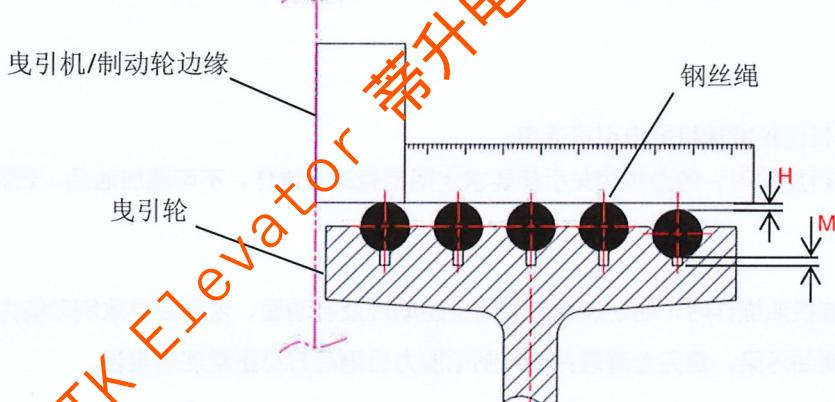

图 2-2 曳引轮槽磨损量检测示意图
- 3) 曳引轮磨损后，按图 2-2 对钢丝绳和下切槽底间隙 M 进行检查，当 M 小于 1mm 的情况。
- b) 曳引轮磨损量差值。按图 2-2 对曳引轮槽的磨损量差值 H 进行检查，如磨损量差值 H 超过手册规定要求时，请及时更换曳引轮。如手册无规定，则当磨损量差值 H 大于 1mm 时，请及时更换曳引轮。